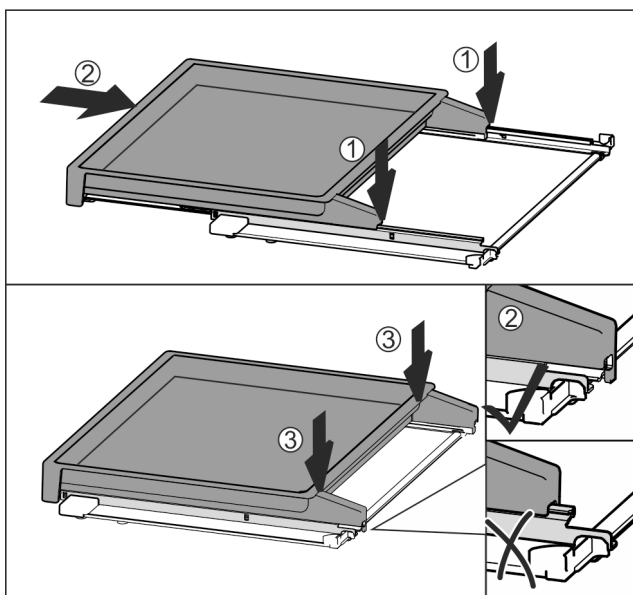

Fig. 79
- ▶ Установить по центру на направляющие Fig. 79 (1).
- ▶ Вставить вытяжную панель полностью Fig. 79 (2).
- ▶ Нажимать на задней стороне до тех пор, пока не будет слышна фиксация Fig. 79 (3).